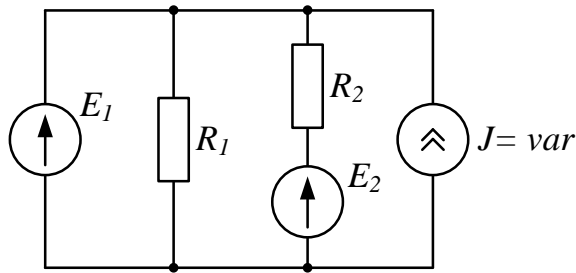

Рис. 2
2. Проанализировать влияние тока источника тока J на токи ветвей схемы (рис. 2).